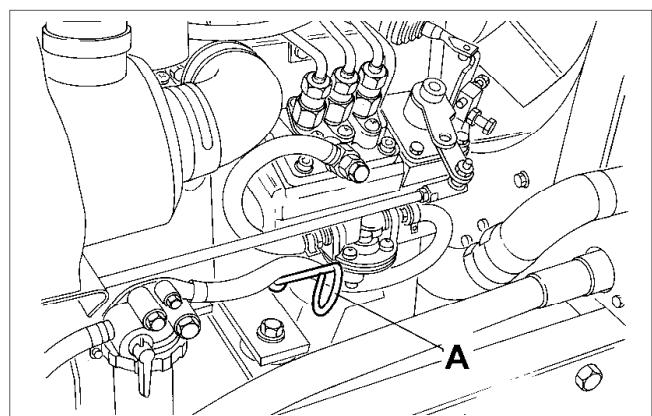

Fig.16
- Kontrollér altid oliestanden med en oliepind (A Fig. 16), og sørge for, at maskinen står på en lan overflade, når oliestanden kontrolleres. Kapaciteten er 3,2 liter.
- Kontrollera alltid oljenivån med mätstickan (A fig. 16). Se till att maskinen står på jämn mark vid kontrollen. Kapacitet 3,2 liter.